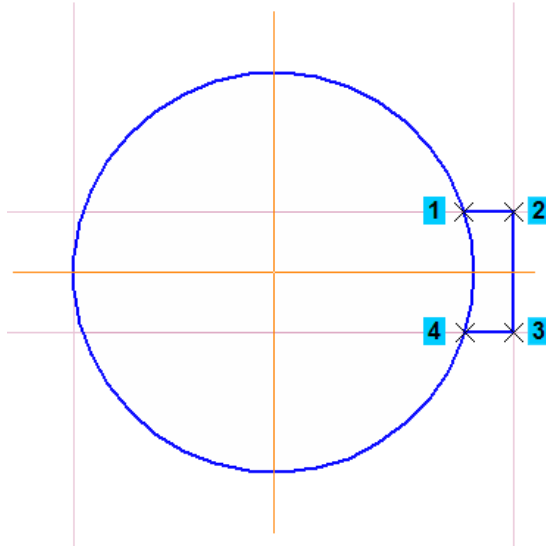

Рисунок 16.
- Нажмите кнопку **Непрерывный ввод объектов** на панели Геометрия и постройте ломаную линию 1–2–3–4 (рис. 16).